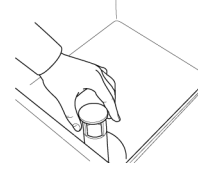

Abb. 12
- 1- Öffnen Sie die Tür und überprüfen Sie, ob sich alle internen Bestandteile, einschließlich des Überlaufs, an den jeweils dafür vorgesehenen Orten befinden. (Abb. 12).